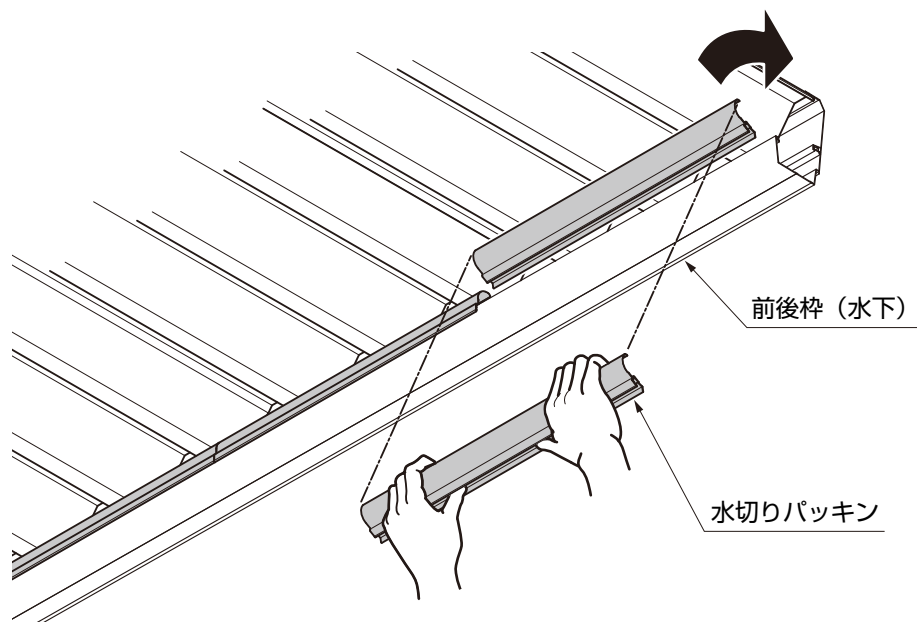

図8-1
①前後枠（水下）に水切りパッキンを図8-1のようにかぶせ、回転させながらはめ込んでください。